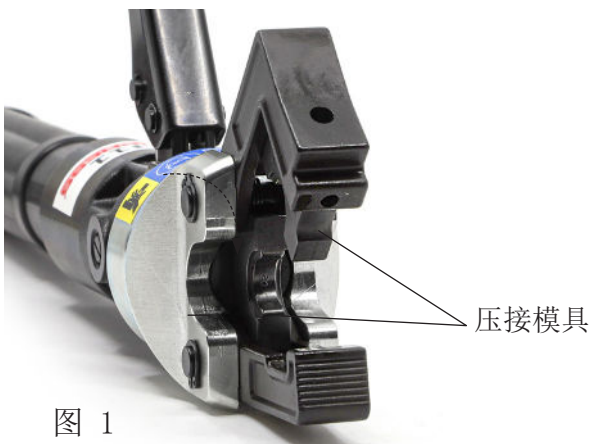
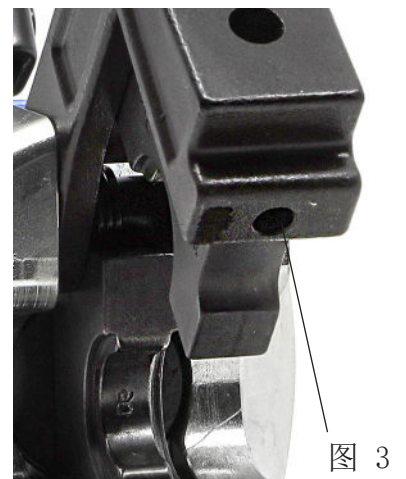

图 1
图 3
- 1. 打开模具支架，将调节螺钉（图3）旋转到当前模具类型的正确位置，然后将模具安装在压头中。关闭钳头锁扣，请参阅图 1。确保您选择了正确的模具组合。